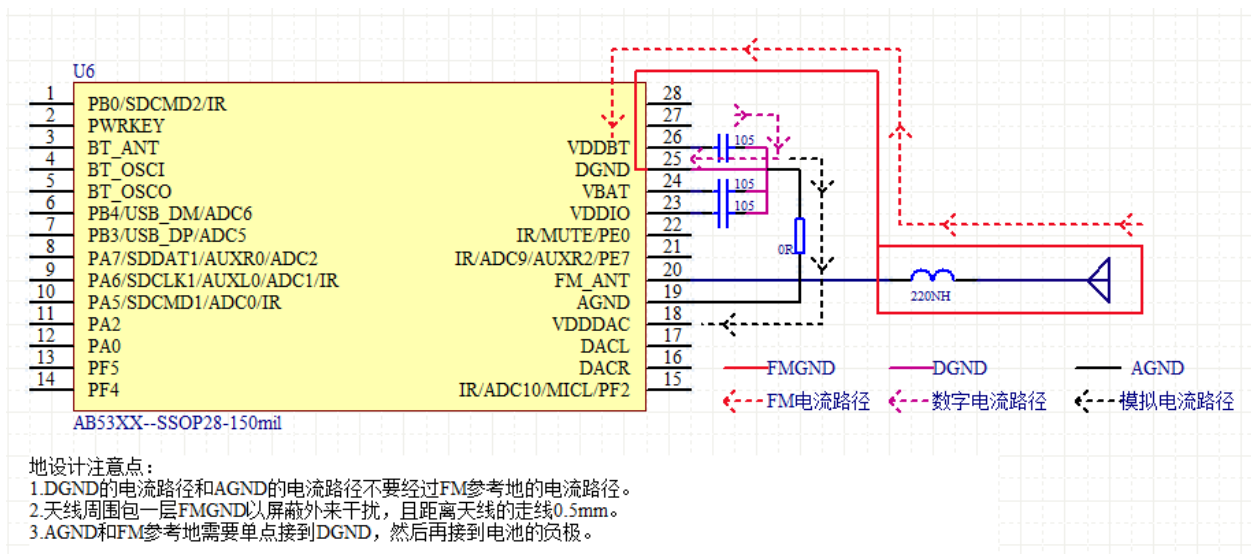

图 1-3
- ① 芯片只有 DGND 和 AGND, AGND 需要单点接到 DGND, FM 天线需要包围一圈地然后单点接到 DGND, 如图 1-3, PCB 设计请参考图 1-5: